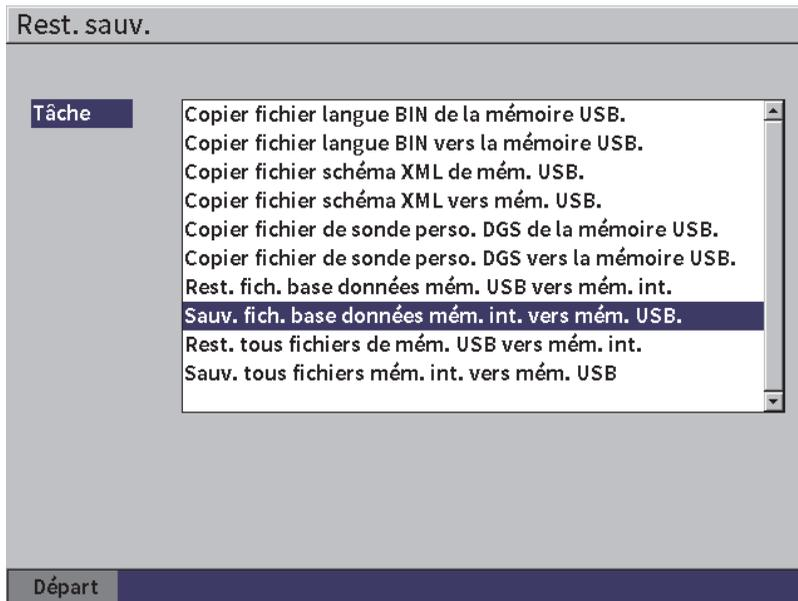

Figure 9-24 Page Restaurer | Sauvergarder
1. Ouvrez la page **Rest. sauv.** (voir Figure 9-24 à la page 152).